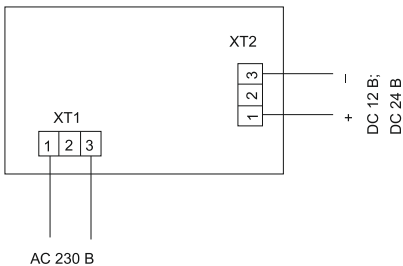

Рисунок 3
5.4.5 Подключение светильника ДПА 5032-3, ДПА 5043-3 к питающей сети переменного тока 230 В производить к контактам клеммной колодки ХТ1 (рисунок 3), расположенной на плате управления, согласно маркировке: (L) фазный проводник, (N) нейтральный проводник сети.